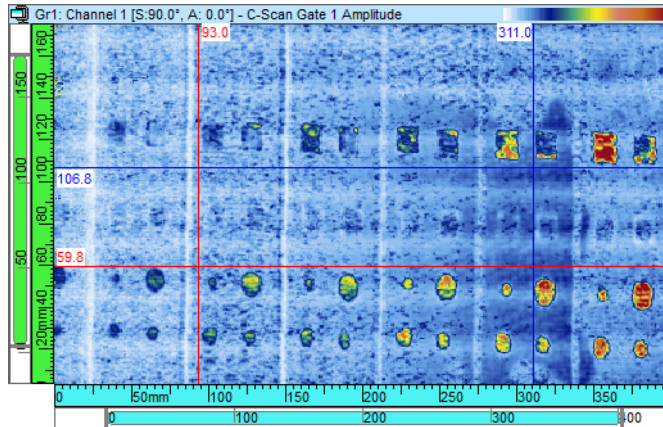

Abbildung 7-42 Kursors des Binärisers
3. Bewegen Sie den roten und blauen Cursor durch Doppelklicken der rechten oder linken Maustaste, so dass ein viereckiges Bewertungsfeld entsteht, das als Referenzbereich dient (siehe Abbildung 7-42 auf Seite 402).